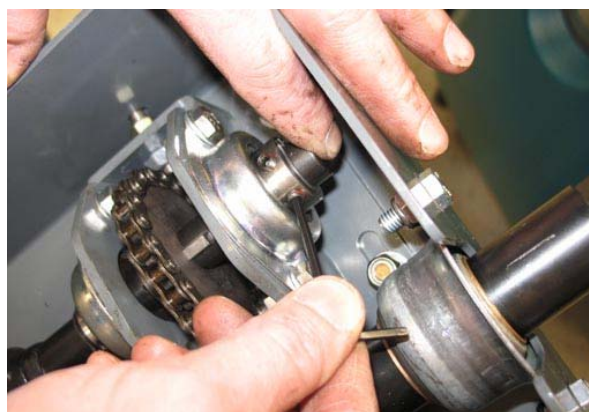
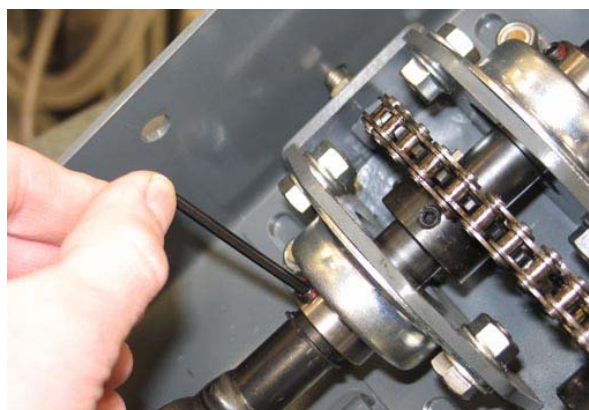

FIG. 48
FIG. 49
9. Presione el conjunto de placa de soporte / rodamiento con brida firmemente contra el aro de retén superior y apriete los tornillos de tope en los rodamientos con brida superior e inferior. Apriete los tornillos de tope a 8,1–10,8 Nm/72–96 in lbs. (Fig. 48 / Fig. 49)